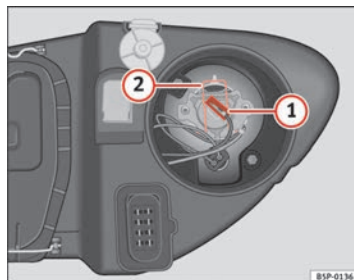

Abb. 168 Fernlicht
- Ziehen Sie den Stecker ⇒ Abb. 168 ① von der Lampe ab.
- Die Haltefeder ⇒ Abb. 168 ② durch Eindrücken und Rechtsdrehung abnehmen.